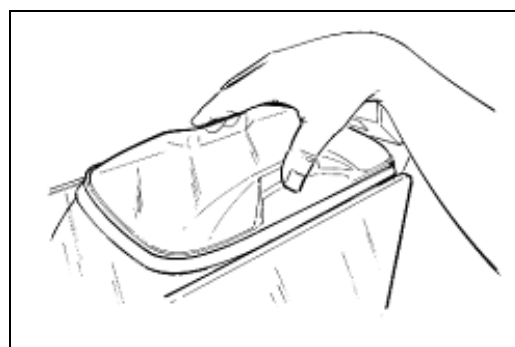

Fig. 18
- Rimuovere il sotto coperchio trasparente (fig.18).